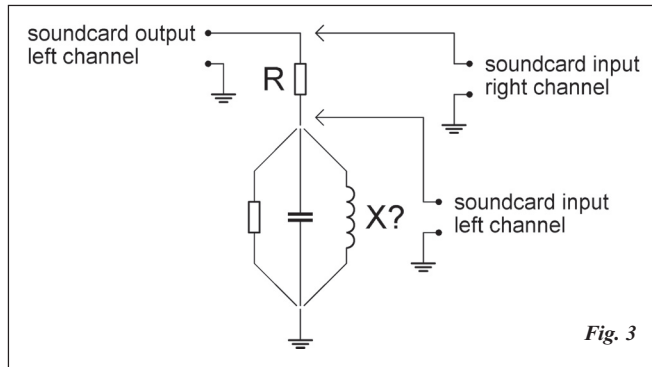

Fig. 3
Presque tous les PC ont de série, une carte son stéréo, avec laquelle on peut enregistrer et restituer des signaux. Avec les deux entrées (stereo), nous pouvons donc mesurer deux signaux, tant en amplitude qu'en phase; par ailleurs, une des deux sorties peut nous servir de générateur de signal (U). En fait, il y a donc dans une carte son tout ce dont nous avons besoin pour mesurer une impédance (**figure 3**).